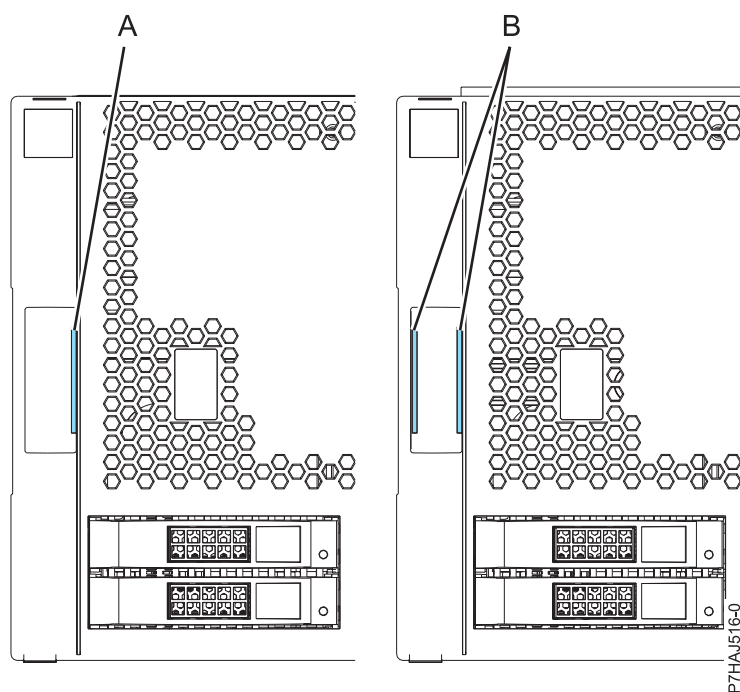

Figura 97. Identificació de cobertes anteriors i noves
Nota: Les cobertes anteriors lliurades abans de l'1 de març de 2011 es poden identificar per una ratlla blava (A) als pestells del conjunt de la coberta. Les cobertes noves lliurades a partir de l'1 de març de 2011 tenen dues ratlles blaves (B) als pestells del conjunt de la coberta. Consulteu Figura 97 a la pàgina 159.